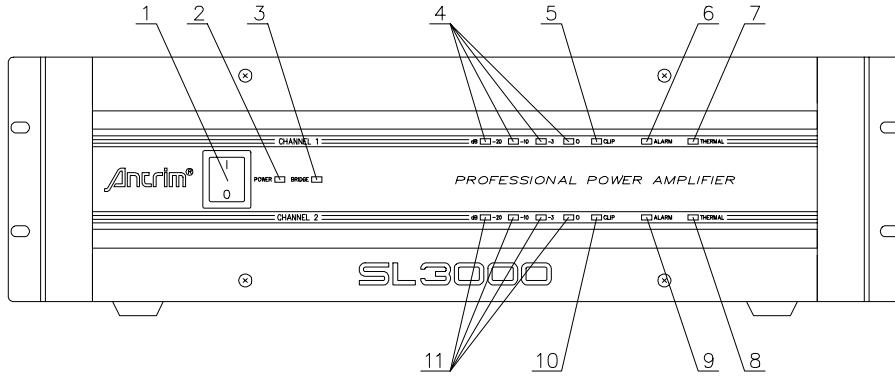
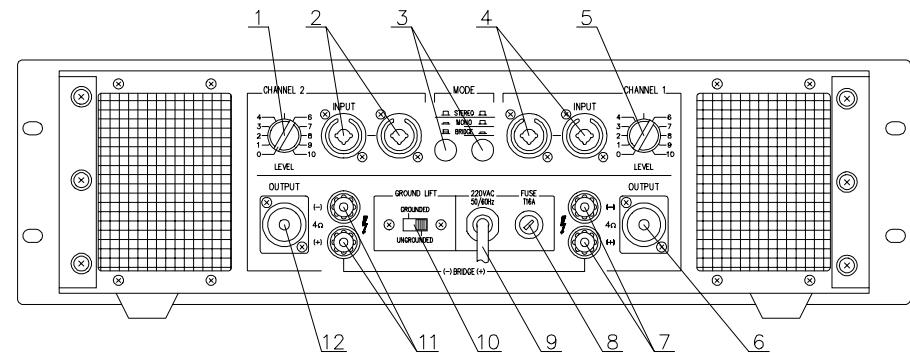

Рис.1
Рис.2
- Расположение органов управления, индикации и коммутации показано на рис.1 и рис.2.